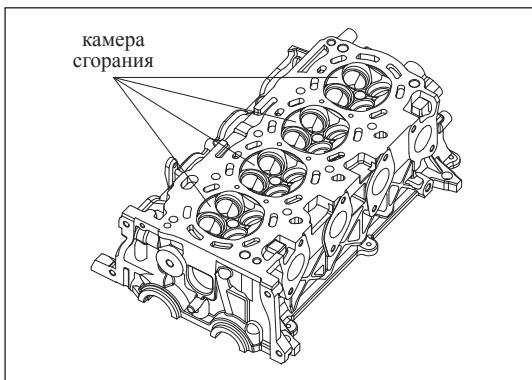

Рис. 12-3-8. Удаление нагара из камеры сгорания
- » При помощи металлической щетки удалить нагар из камеры сгорания, как изображено на рис. 12-3-8.